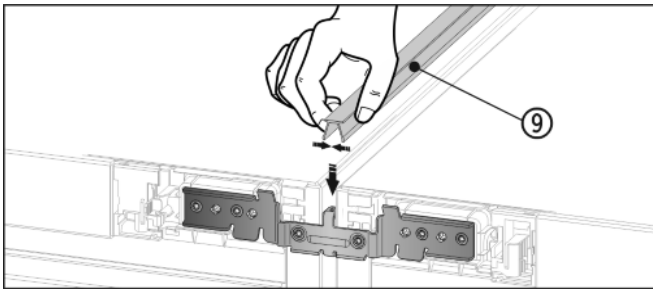

Fig. 13
- ▶ Wcisnąć krótką listwę zakrywającą Fig. 13 (9) na powierzchni górnej do szczeliny poziomej.